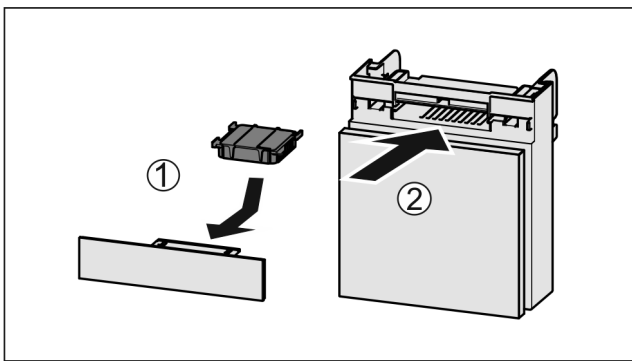

Fig. 139
- ▶ Aktivkohlefilter nach Abbildung einsetzen Fig. 139 (1).
- ▶ Fach einschieben Fig. 139 (2).